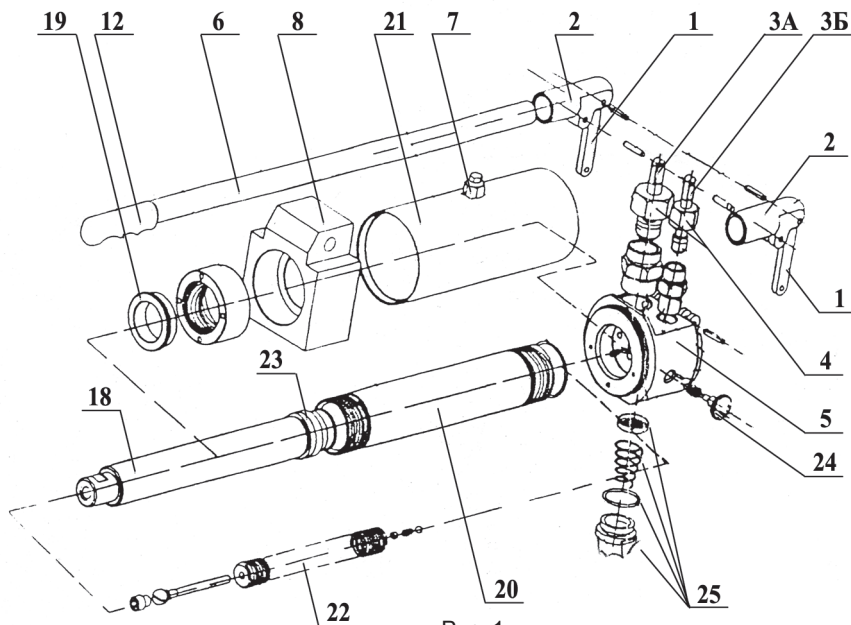
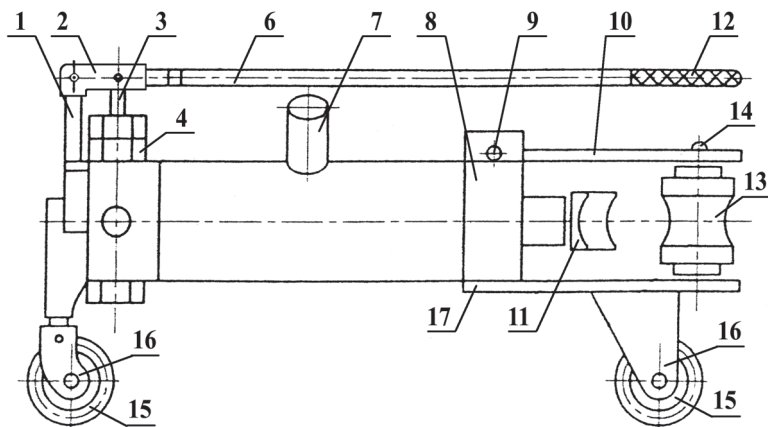

Рис. 1
Рис. 2
Трубогиб ручной (ТГ) с встроенными гидронасосами (см. Рис. 1, Рис. 2) состоит из корпуса с рабочим цилиндром (5), верхней траверсы (10), нижней траверсы (17), упоров (13), 3-х опорных колес (15), рукоятки насосов низкого и высокого давления (6) и прилагаемых шаблонов (11). На нижней стороне корпуса (5) находится сливная пробка масляного резервуара с прижимной пружиной, уплотнительным кольцом и фильтром (25). Сетчатый фильтр прижимается к корпусу (5) пружиной, чем обеспечивается проход очищенного масла из масляного резервуара во всасывающую полость насоса.
1 – ограничительный рычаг рукоятки насоса	2 шт. (Рис.1, 2)
2 – держатель рукоятки насоса	2 шт. (Рис.1, 2)
3А – шток насоса высокого давления	1 шт. (Рис.1, 2)
3Б – шток насоса низкого давления	1 шт. (Рис.1, 2)
4 – прижимная гайка плунжера насоса	2 шт. (Рис.1, 2)
5 – корпус насосов высокого и низкого давления	1 шт. (Рис.1, 2)
6 – рукоятка насоса	1 шт. (Рис.1, 2)
7 – заливная горловина с пробкой масляного резервуара	1 шт. (Рис.1, 2)
8 – корпус трубогиба	1 шт. (Рис.1, 2)
9 – палец	1 шт. (Рис. 2)
10 – верхняя траверса	1 шт. (Рис. 2)
11 – шаблон	1 шт. (Рис. 2)
12 – резиновый наконечник рукоятки	1 шт. (Рис. 2)
13 – упор	2 шт. (Рис. 2)
14 – ось упора	2 шт. (Рис. 2)
15 – колеса трубогиба	3 шт. (Рис. 2)
16 – крепления колес	3 шт. (Рис. 2)
17 – нижняя траверса	1 шт. (Рис. 2)
18 – шток трубогиба	1 шт. (Рис. 1)
19 – резиновое уплотнительное кольцо	1 шт. (Рис. 1)
20 – рабочий цилиндр трубогиба	1 шт. (Рис. 1)
21 – масляный резервуар трубогиба	1 шт. (Рис. 1)
22 – возвратная пружина штока трубогиба	1 шт. (Рис. 1)
23 – манжета	1 шт. (Рис. 1)
24 – выпускной клапан трубогиба	1 шт. (Рис. 1)
25 – сливная пробка масляного резервуара с прижимной пружиной, уплотнительным кольцом и фильтром	(Рис. 1)